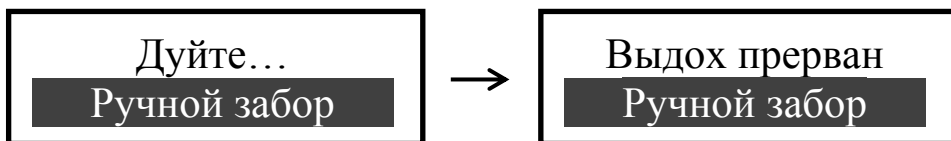

Рисунок 22 – Срыв дыхательной пробы
2.6.21 Если при выдохе обследуемого в анализатор начинает поступать выдыхаемый воздух с недостаточным расходом, а также в случае слишком раннего прекращения дыхательной пробы, на дисплей выводится сообщение «**Выдох прерван**» (рисунок 22, справа).